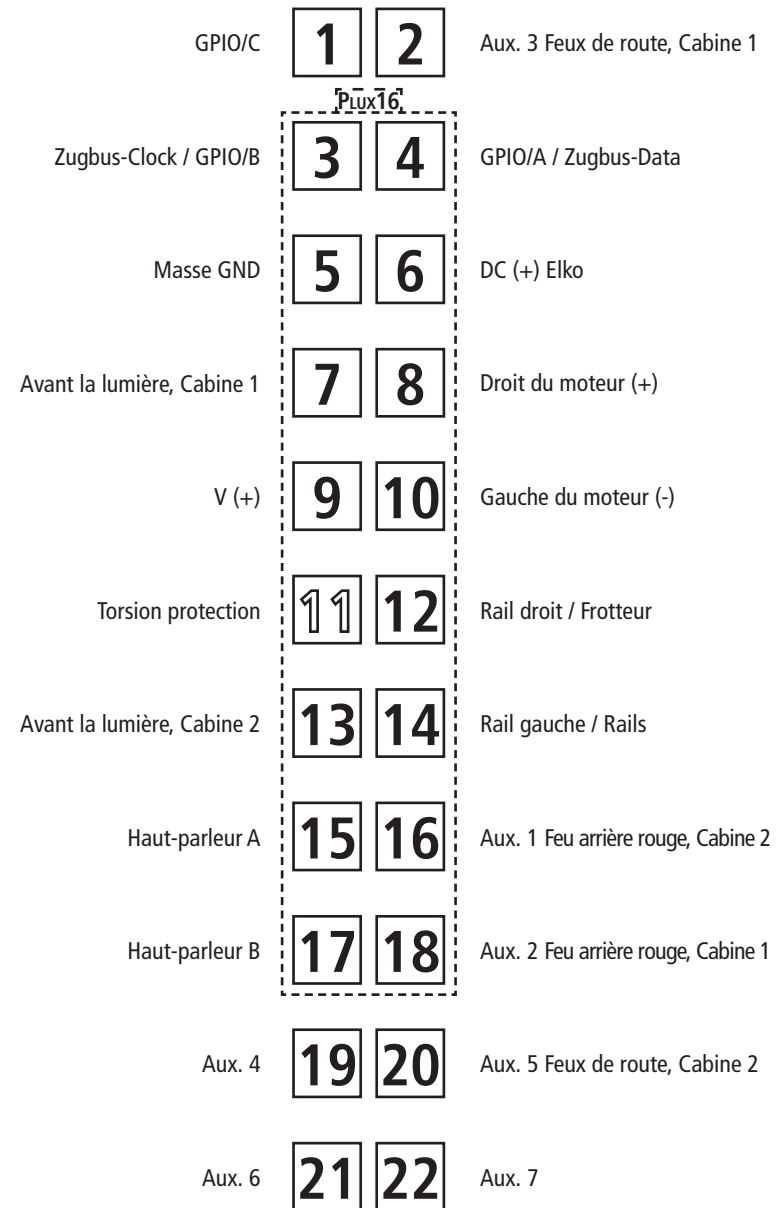

Fig. 5
**Mehrzugbetrieb:** Zuerst Lokgehäuse abnehmen (Fig. 3). Danach den Brückenstecker aus der Schnittstelle entfernen (diesen sorgsam aufbewahren). Danach den Stecker des Decoders lagegerecht einsetzen (Fig. 5).
**Running in digital mode:** Remove the jumper from the interface. Finally put the plug of the decoder into the interface as shown in fig. 5.
**Exploitation en télécommande multi-trains:** Enlevez la fiche de shuntage de l'interface (à conserver!) et enfichez finalement la fiche de décodeur aux prises de l'interface. Veillez à la position correcte de la fiche (fig. 5).